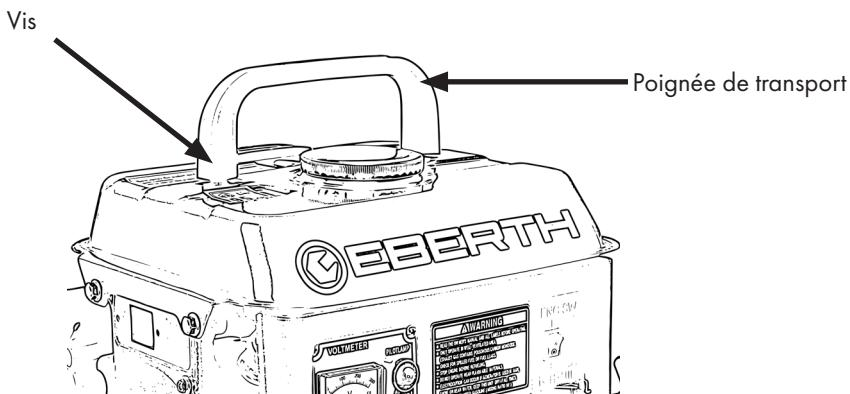

Figure 3
- Installez la poignée de transport dans la position indiquée sur la figure 3 et fixez les vis.